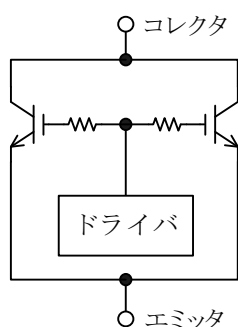

図 2-11 理想的な並列接続
- 並列接続した IGBT をそれぞれ異なるドライバで駆動させると、ドライバごとの出力遅延時間の影響で IGBT の動作にばらつきが生じます。そのため、図 2-11 のように、並列接続した IGBT は 1 つのドライバで駆動させてください。